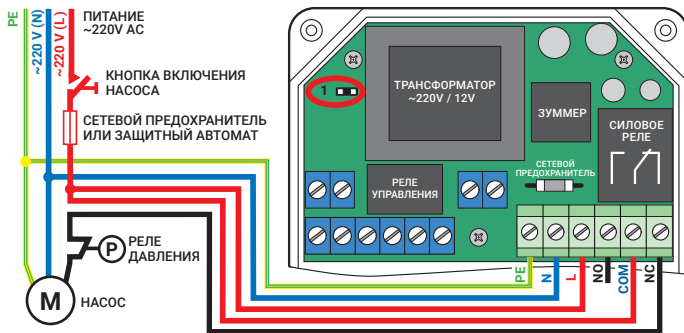
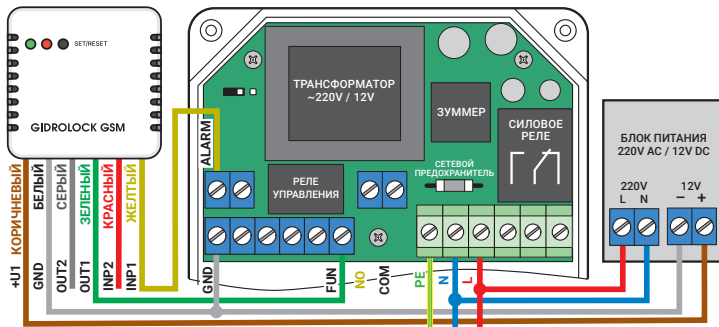

Рис. 9. Схема подключения скважного насоса в системе водоснабжения загородного дома
Рис. 10. Схема подключения GSM-модема GIDROLOCK с внешним блоком питания 12 В.
6.7. Рис. 9. Схема подключения к блоку управления скважинного насоса в системе водоснабжения загородного дома.
**ВНИМАНИЕ!** Для отключения функции «автопрворота» установите джампер (1). Нагрузочная способность реле управления:  $I_{max}=10\text{ A}$ .
6.8. Рис. 10. Схема подключения GSM-модема GIDROLOCK с внешним блоком питания 12 В. Сигнал аварии **ALARM** с блока управления подается на вход **INP1** GSM-модема GIDROLOCK для SMS оповещения об аварийной ситуации (протечка воды).